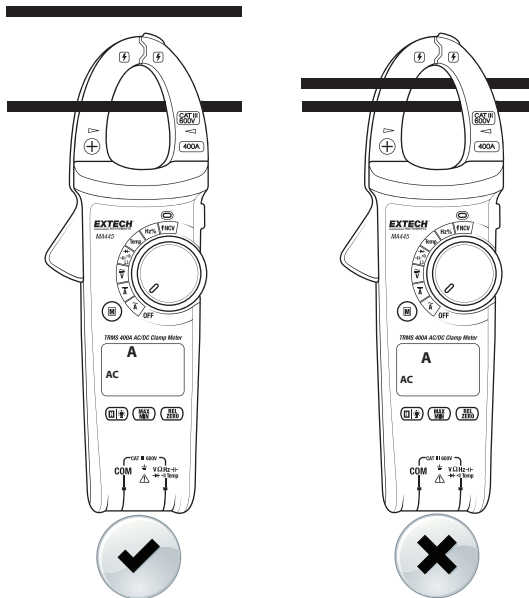

Fig. 2 – Colocación correcta e incorrecta de la pinza
4. Coloque la pinza alrededor de un solo conductor. Ver Fig. 2 para la técnica correcta e incorrecta.
4. Presione el gatillo para abrir la quijada de la pinza. Coloque la pinza alrededor de un solo conductor. Ver Fig. 2 (sección anterior) para técnicas correcta e incorrecta de colocación de la pinza.